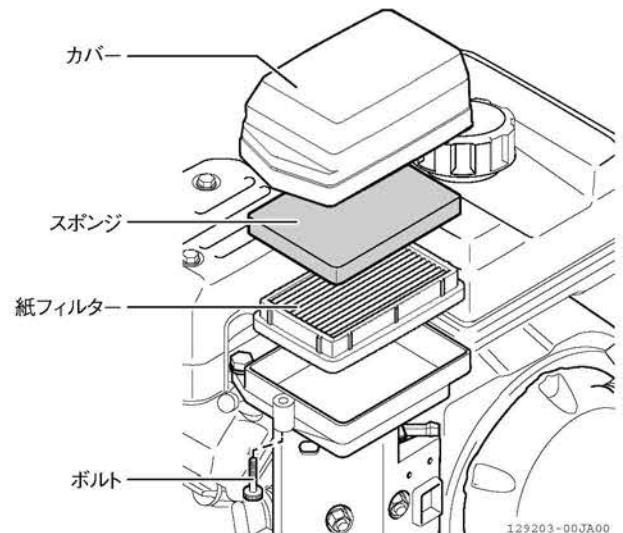

図 4-30 エアクリーナー
1. ボルトを手でゆるめて、エアクリーナーのカバーを外します。(図 4-30)
2. エレメント (スポンジ・紙フィルター) を外します。(図 4-30)